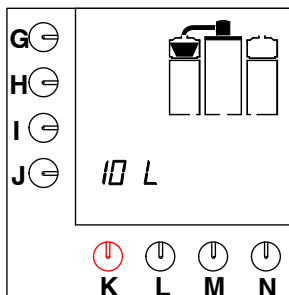

Fig. 7 Droptid
- Så snart kaffebehållaren har fyllts, blinkar filterkorgen på displayen för droptiden (fig. 7 ).